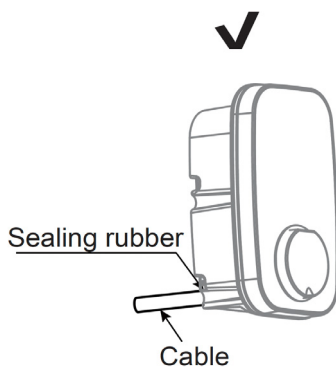

Fig. 7
- Opción 2: Entrada posterior: el cable entra por la parte posterior, utilizando la goma de sellado. Fig.7